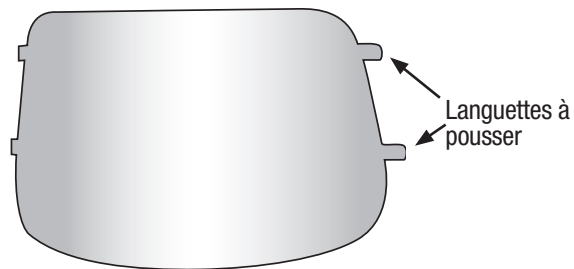

Fig. 19b
- En tenant le masque de soudeur face à soi, pousser sur les languettes de la visière pour le meulage situées sur le côté droit pour retirer la visière transparente (Fig. 19b).